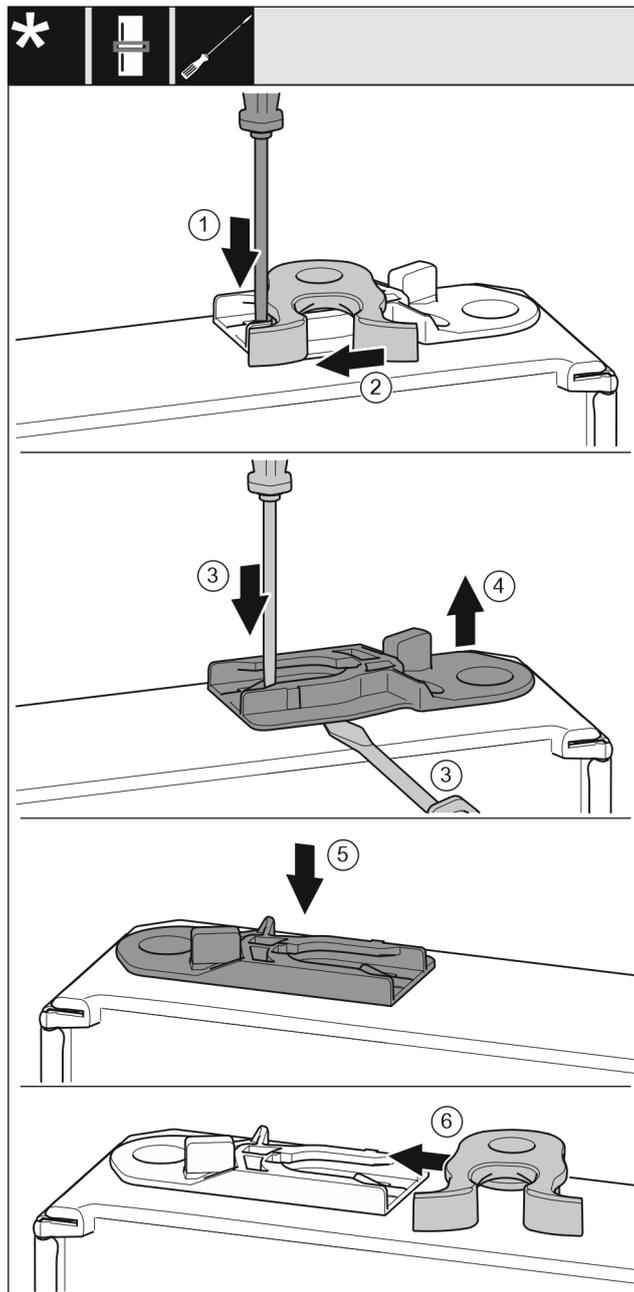

Fig. 16
- ▶ Pousser vers le bas la languette avec un tournevis plat. Fig. 16 (1)
- ▶ Tirer le crochet de fermeture en dehors du guide. Fig. 16 (2)
- ▶ Sortir la douille de guidage : Pousser la languette avec un tournevis plat et la faire passer simultanément sous la douille de guidage avec un tournevis plat. Fig. 16 (3, 4)
- ▶ Pousser la douille de guidage fournie à la livraison de l'autre coté du logement. Fig. 16 (5)
- ▶ Pousser le crochet de fermeture dans le guide. Fig. 16 (6)